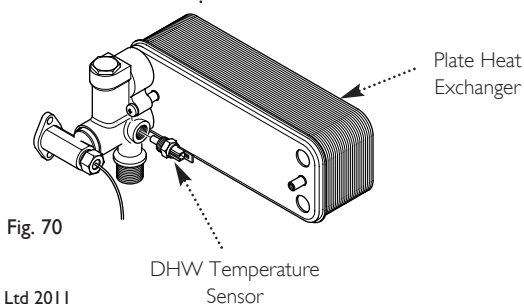

Fig. 70
14.11 DHW Temperature Sensor (Fig. 70)